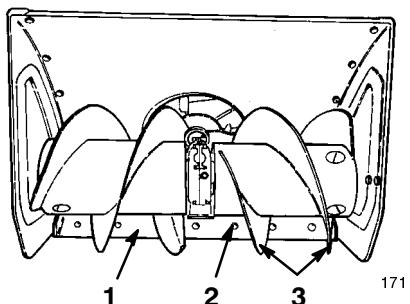

Figure 35
- Desserrez les vis de carrossier qui fixent la lame racleuse au carter de la tarière (Fig. 35).
- Placez un support sous les lames de la tarière (Fig. 35) pour qu'elles se trouvent à 3 à 6 mm *au moins* de la surface du sol.